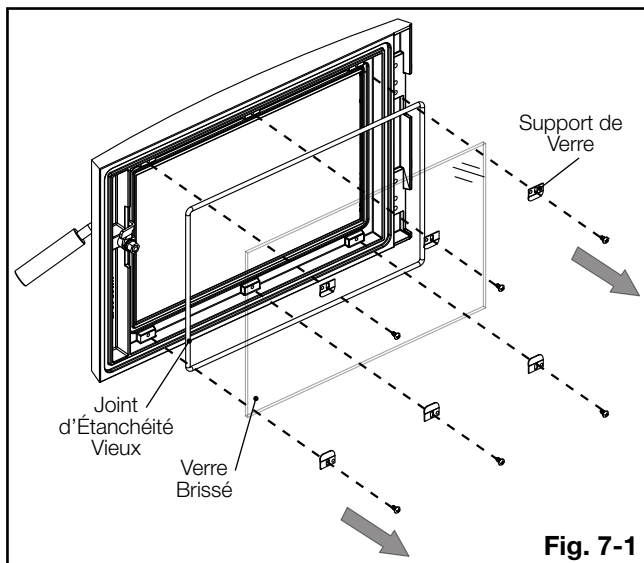

Fig. 7-1
2. Retirez les 6 vis servant à fixer les supports du verre (**Fig. 7-1**). Mettez de côté les vis et les supports de verre.